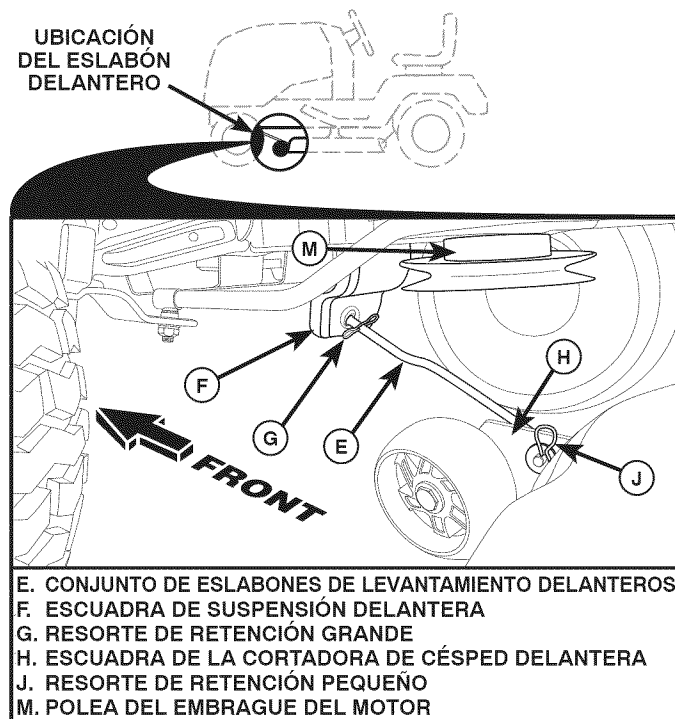

Fig. 31
8. INSTALE EL ESLABÓN DELANTERO (E) (Vea Fig. 31)
- Desde la parte delantera del tractor, inserte el extremo de varilla del eslabón delantero (E) a través del agujero delantero de la escuadra de suspensión delantera del tractor (F).
- Muévase hasta el lado izquierdo de la cortadora e inserte un resorte de retención grande (G) a través del agujero del eslabón delantero (E) detrás de la escuadra de suspensión delantera (F).
- Inserte el otro extremo del eslabón (E) en el agujero de la escuadra derecha de la cortadora de césped (H) y asegure con una arandela y un resorte de retención pequeño (J).